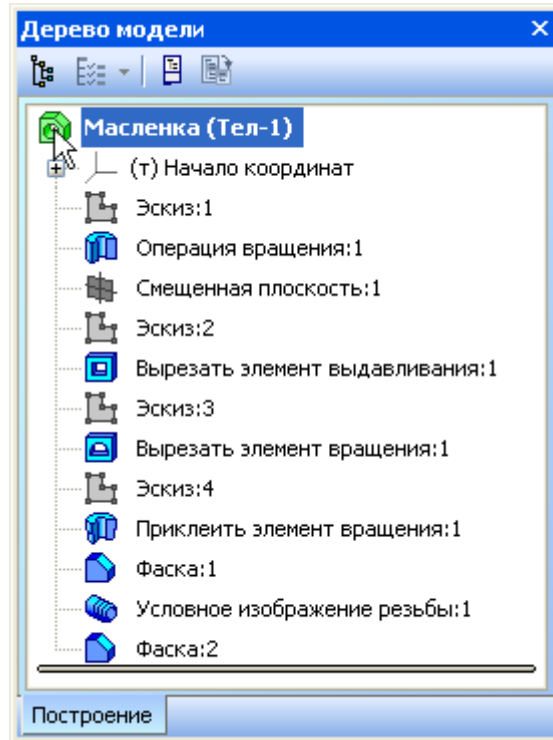

Рисунок 18.
- Сделайте текущей вершину Дерева модели (рис.18).